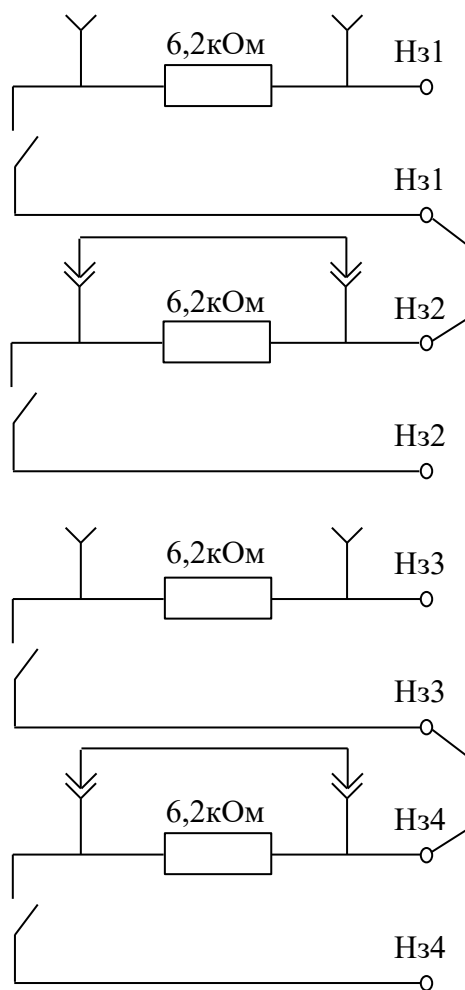

Рисунок 9 – Схема подключения выходных контактов реле для использования по одному реле на каждый участок охраны.
2.4.1.2 В изделии используется четыре выходных реле (см. таблицу 3а и рисунок 9). Для подключения четырех выходных реле к ССОИ через сопротивления 6,2 кОм необходимо снять перемычки X1, X2, X3, X4 на плате БОС. Перемычки X1, X2, X3 и X4 замыкают резисторы 6,2 кОм. Если, вместо четырех реле необходимо использовать только два (по одному реле на участок), то выходной контакт «3» (Нз1) колодки ХТ7 необходимо объединить с выходным контактом «4» (Нз2), а выходной контакт «7» (Нз3) с выходным контактом «11» (Нз4) при помощи перемычек из провода. Тогда выходные контакты «2» (Нз1) и «5» (Нз2) будут использоваться в качестве выходных контактов реле первого участка, а выходные контакты «6» (Нз3) и «12» (Нз4) в качестве выходных контактов реле второго участка, как показано на рисунке 9. На рисунке 9 перемычки X1 и X3 сняты, чтобы в каждом реле было по одному резистору 6,2 кОм.